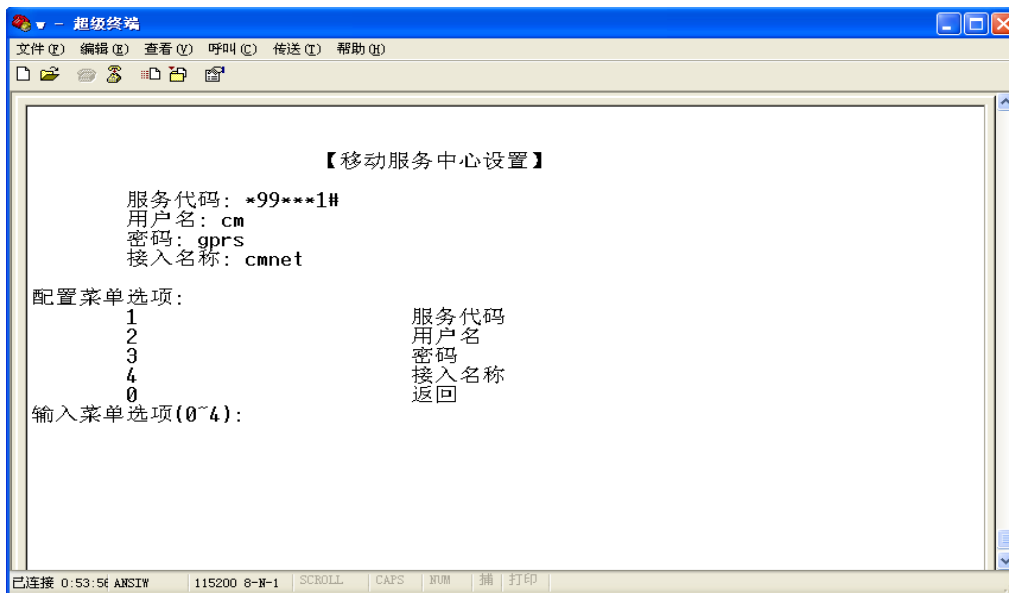

图 3 移动服务中心
3) 在主菜单选择数字 1 后进入移动服务中心参数设置，如下图 3 所示为移动服务中心设置界面。菜单输入选项为数字 0~4，数字 0 返回主菜单。